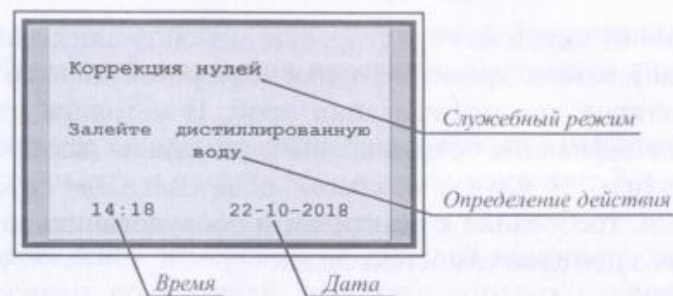

Рисунок 2.9
2.7.2.2 Коррекция нулей проводится только на дистиллированной воде. Перед началом работ необходимо провести три измерения дистиллированной воды в обычном режиме. Затем переключить анализатор в режим коррекции нулей. Для этого необходимо в меню «Обслуживание» выбрать опцию «Коррекция нулей» и подтвердить выбор кнопкой «▶». Анализатор перейдет в режим коррекции нулей, после чего необходимо залить дистиллированную воду температурой $(20 \pm 2)^\circ\text{C}$, следуя за подсказками на экране (рисунок 2.9). Опции меню при измерениях в служебных режимах недоступны.